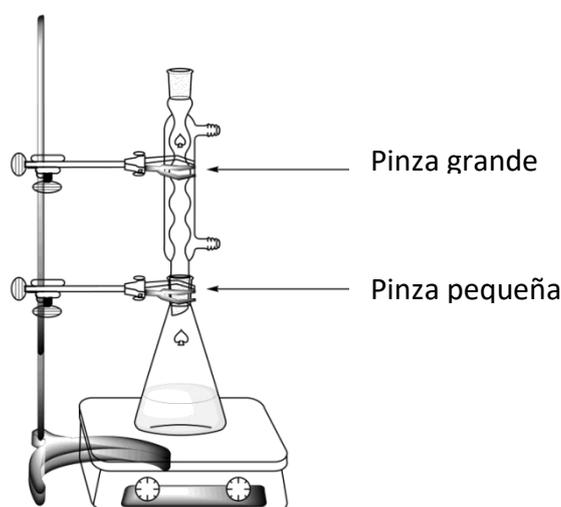

Figura 1. Montaje para calentar la mezcla de reacción bajo reflujo
- Conecta** el condensador soltando suavemente la pinza grande y ajustando las uniones esmeriladas (vea la Figura 1). **Levanta** tu tarjeta de HELP. Un asistente de laboratorio vendrá a abrir la llave del agua y encender la plancha de calentamiento.
2. **Realiza** la recristalización del producto impuro contenido en el Erlenmeyer esmerilado de 50 mL en el mismo montaje de reflujo (vea la Figura 1). **Levanta** tu tarjeta de HELP. Un asistente de laboratorio vendrá a abrir la llave de agua y encender la plancha de calentamiento. **Añade** la cantidad **mínima** de mezcla agua/etanol por la parte de arriba del condensador.